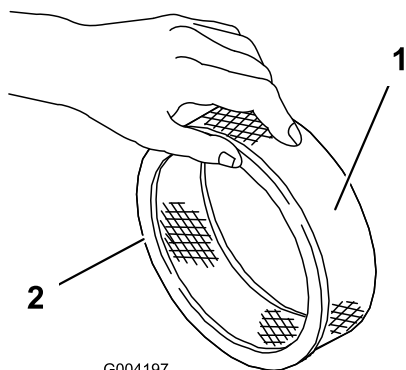

Рисунок 43
5. Осмотрите бумажный фильтр на наличие разрывов, масляной пленки или повреждений на резиновом уплотнении (Рисунок 43).
1. Осторожно наденьте фильтр предварительной очистки из вспененного материала на бумажный элемент (Рисунок 43).